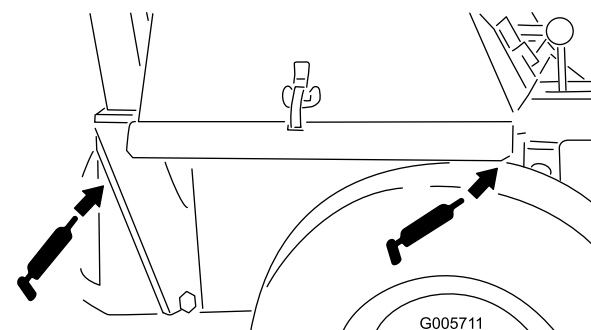

Figure 37
- Logements de pivots de PDF (Figure 37)